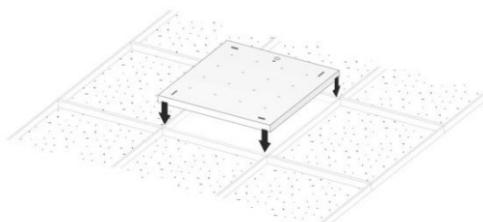

Рисунок 6 - Установка светильника Geniled серии Офис, ЛПОна подвесную конструкцию.
5.3.2. Установка светильника Geniled на подвесную конструкцию. Установите светильник Geniled на монтируемое место (Рисунок 6).